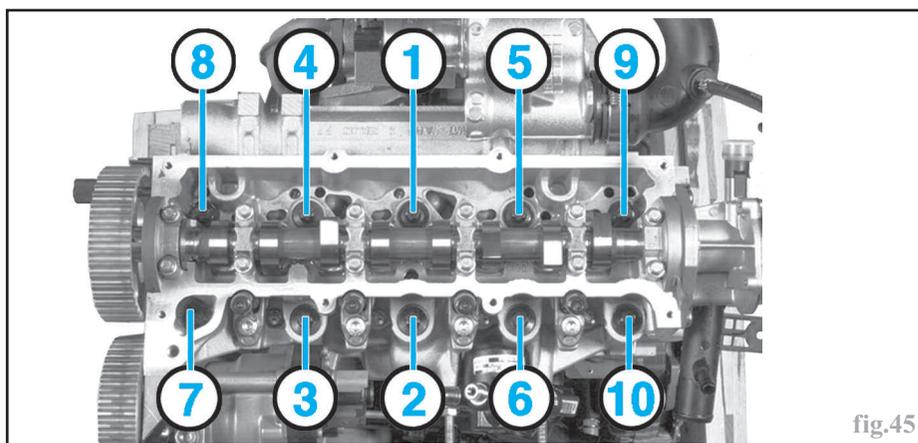

fig.45
- les vis de culasse, en les desserrant progressivement par passes successives et dans l'ordre inverse du serrage prescrit (fig.45).
- Reposer les vis de culasse neuves sans les huiler puis les serrer en respectant l'ordre et le couple de serrage prescrits (fig.45).
Attention : lors du serrage des vis de culasse, contrôler que l'ensemble de celles-ci soient bien serrées au couple prescrit avant de procéder à la phase de serrage angulaire (fig.45).